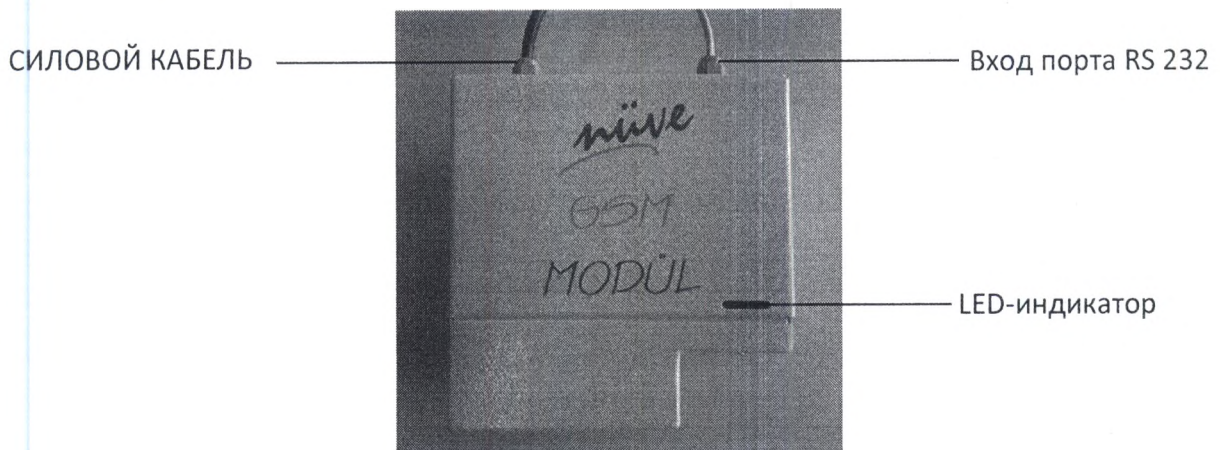

Рис. 12
- Вставить SIM-карту в GSM модуль (см. Рис. 12).